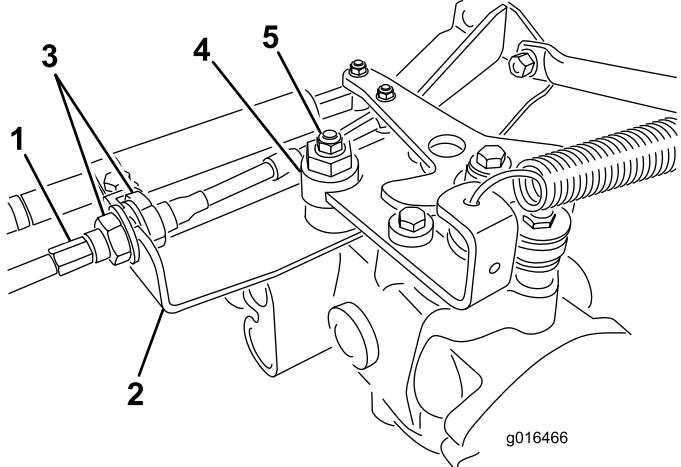

Figura 39
- A. Allentate entrambi i controdadi che fissano il cavo di comando della trazione alla piastra dell'igrostat (Figura 39). Verificate che i controdadi siano ugualmente allentati, in modo sufficiente da consentire la messa a punto.
Nota: Allentate il dado che fissa l'eccentrico alla parte superiore dell'igrostat (Figura 39).
- E. Quando la ruota cessa di girare, serrate il dado di bloccaggio dell'eccentrico per mantenere la messa a punto (Figura 39).
- G. Da ambo i lati della piastra serrate in modo uniforme i dadi che fissano il cavo di trazione alla piastra (Figura 39). Non torcete il cavo.